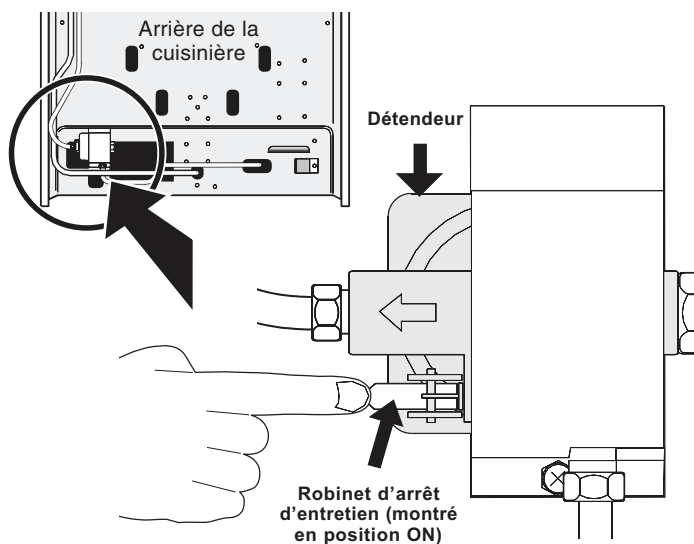

Fig. 11
- f. **Vérifiez que le robinet d'arrêt d'entretien qui se trouve sur le détendeur est bien en position « ON » (marche)** (voir fig. 11).